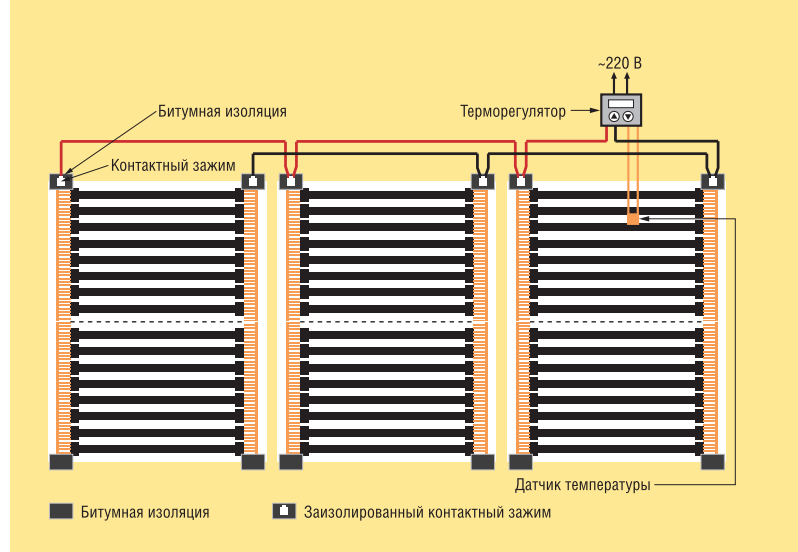
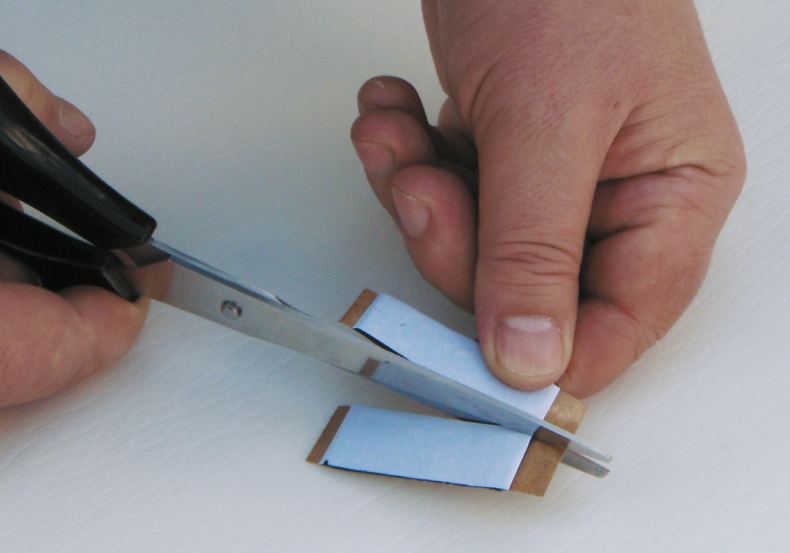
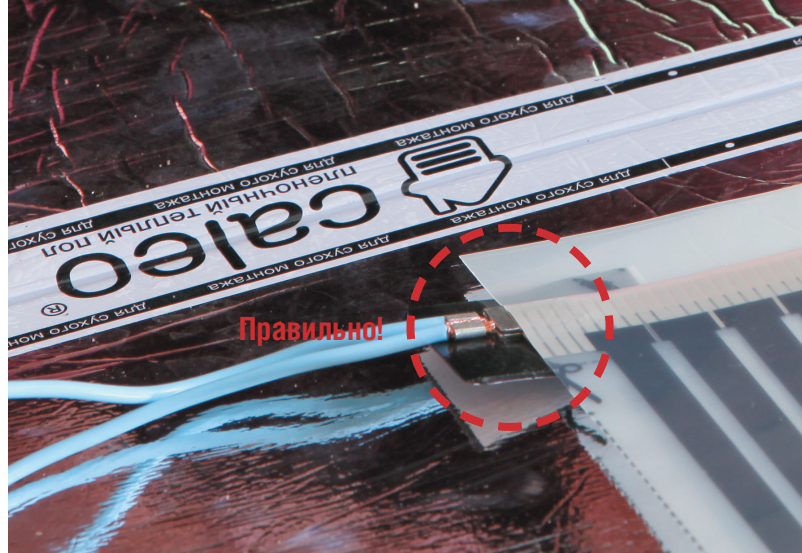

Рис. 6. Общая схема подключения термопленки CALEO
Рис. 11. Разрезание битумной изоляции на 2 части
Рис. 17. Пример правильной установки нижнего листа изоляции контактных зажимов
10. Изолируйте линии отреза медной шины (рис. 11–14). На рис. 6 эти места отмечены значком ■. При разрезании полосы термопленки на более короткие отрезки необходимо тщательно изолировать места разреза медной шины, включая серебряные контакты, соединяющие медную шину с карбоновыми нагревательными полосами.
- 13.1 Подключение термопленки к сети производится согласно схеме подключения (рис. 6).
16. Заизолируйте все места подключения проводов к термопленке (рис. 17–20). Для этого в комплект каждой полосы термопленки входит 5 отрезков изоляции. На рис. 6 эти места отмечены значком .